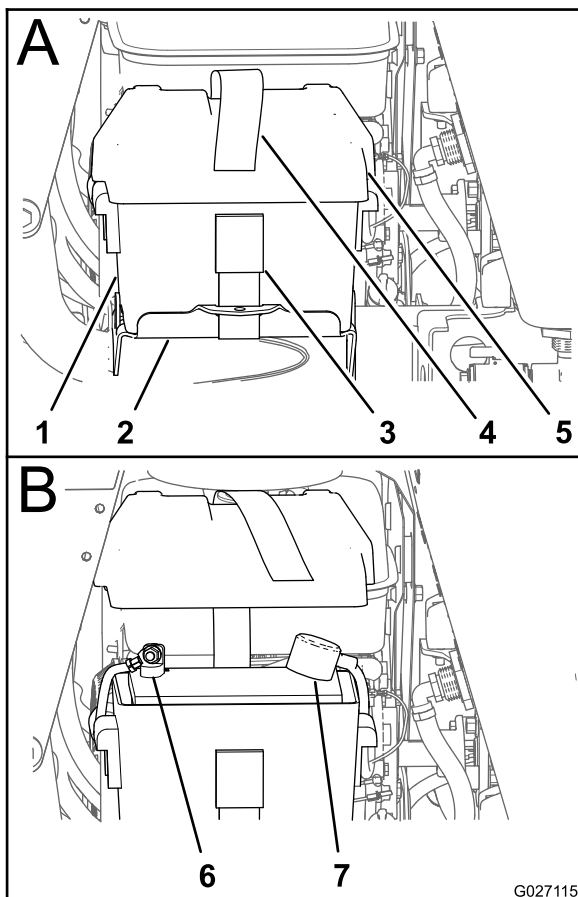

Figure 71
2. Sortez l'extrémité libre de la sangle de la batterie de la boucle et enlevez le couvercle du bac de la batterie (Figure 71).
- Si le câble positif est également débranché, reliez le **câble positif (rouge)** à la borne positive de la batterie et placez le capuchon sur la borne positive (Figure 71).
- Alignez le couvercle sur le bac de la batterie et fixez le couvercle et le bac sur le support de la batterie à l'aide de la sangle (Figure 71).
- Déposez le couvercle de la batterie (Figure 71); voir l'opération 2 de Contrôle de la charge de la batterie (page 59).
6. Alignez le couvercle sur le bac de la batterie et fixez le couvercle et le bac sur le support de la batterie à l'aide de la sangle (Figure 71).